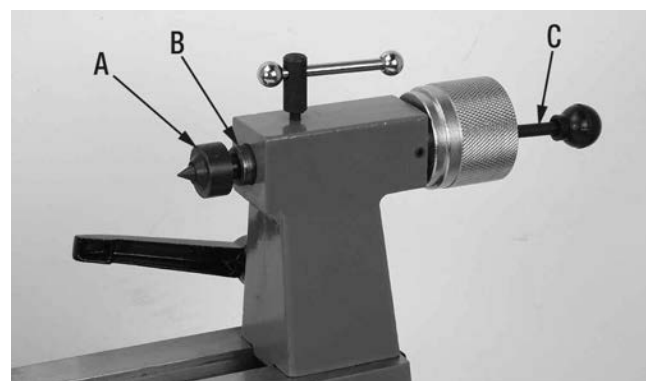

FIGURE 6
La pointe mobile (A) Fig.6 fournie avec votre tour à bois est conçue pour s'adapter dans le manchon conique (B) de la poupée. Elle s'adapte dans le manchon facilement à la main mais assurez-vous que la tige de la pointe et l'intérieur du manchon soient parfaitement nettoyés avant l'installation. Utilisez un solvant et un chiffon propre pour nettoyer la tige de la pointe et l'intérieur de l'arbre.
Pour retirer la pointe mobile du manchon, un extracteur de pointe (C) Fig.6 est fourni à cet effet. Insérez l'extracteur de pointe à travers la manivelle du manchon (côté extérieur de la poupée) tel que montré. En tenant la pointe mobile avec une main, donnez un petit coup sur la pointe avec l'autre main à l'aide de l'extracteur et retirez la pointe mobile.